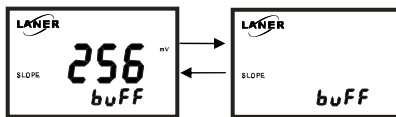

图 7-5
3、86mV 校准完成后，将电极从 86mV 标准缓冲液中取出，清洗干净并用滤纸吸干，然后将电极插入 256mV 标准缓冲液中，轻轻搅拌几下。等仪器显示数值稳定，按 CAL 键，仪表有测量数字闪烁，且屏幕左侧有 SLOPE 显示，仪表显示如图 7-5 所示：